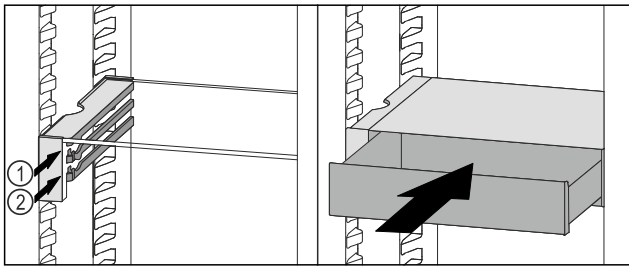

Fig. 70
- VarioSafe-Schubfach hinter den Stoppern auf gewünschter Rippe Fig. 70 (1) oder Fig. 70 (2) aufsetzen.